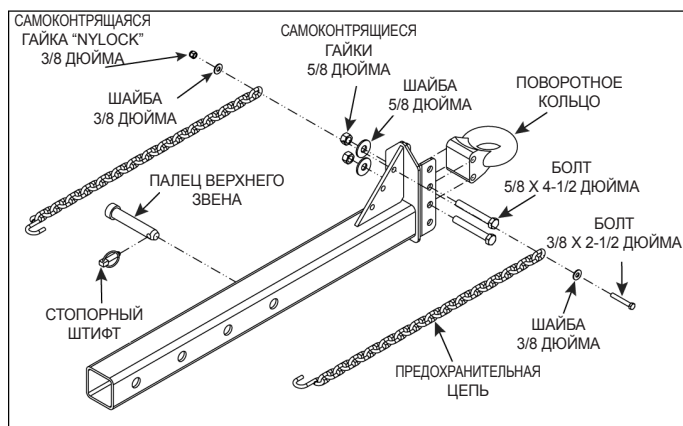

Рис. 2.1. Узел сцепного устройства прицепа
3. Подсоедините предохранительные цепи к сварной детали регулируемого сцепного устройства, как показано на рис. 2.1. Крепление предохранительных цепей осуществляется с помощью болта 3/8 x 2-1/2 дюйма, двух шайб и контргайки "nylock".